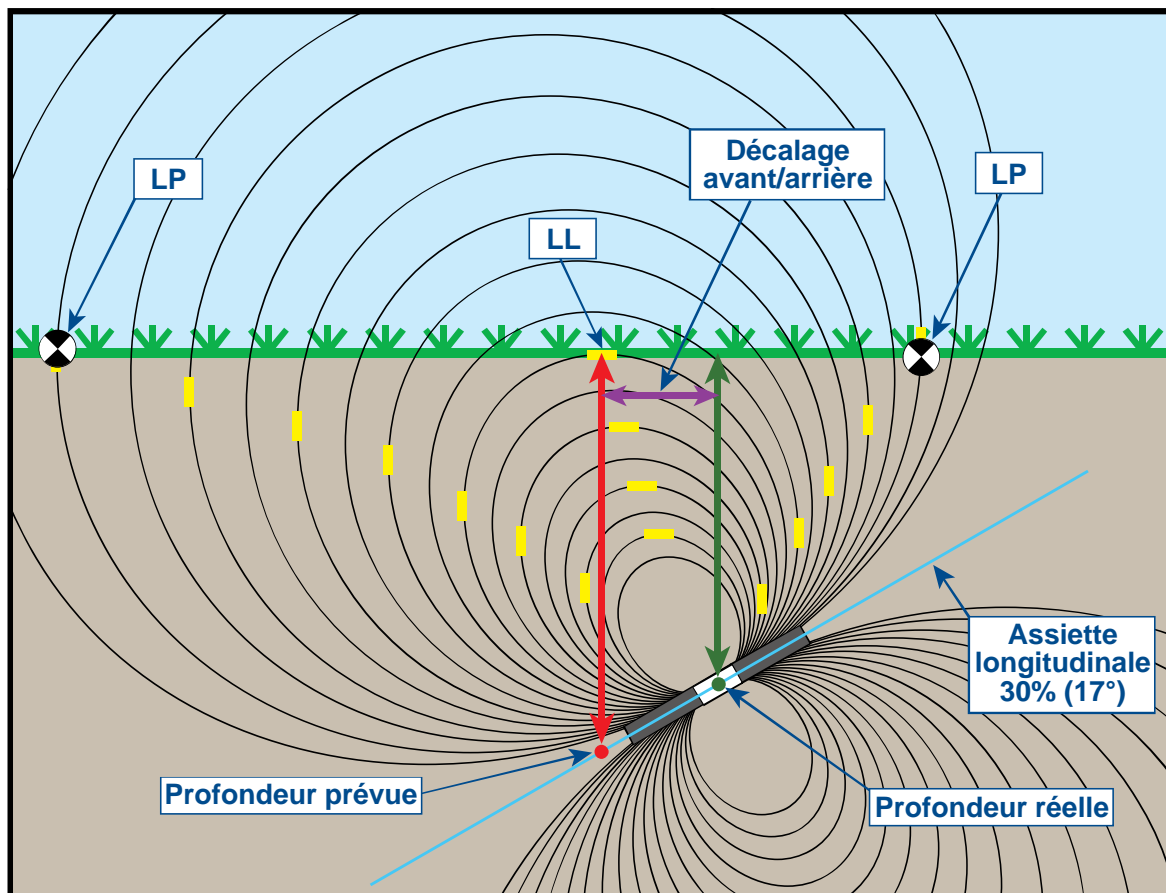

Figure B2. Profondeur prévue comparée à profondeur réelle et décalage avant/arrière lorsque l'émetteur est sur une pente raide et en profondeur
On doit tenir compte de la profondeur prévue et du décalage avant/arrière montré sur la Figure B2 lorsque l'émetteur se trouve sur une pente raide et/ou en profondeur. Voir les tableaux se trouvant plus loin dans cette annexe (Tableaux B1 et B2) pour déterminer la profondeur réelle et le décalage avant/arrière lorsque vous connaissez la profondeur affichée (prévue) et l'assiette longitudinale de l'émetteur.
La Figure B2 ci-dessus montre un émetteur positionné dans le train de tiges de forage, pour illustrer le forage avec une assiette longitudinale positive ou négative ; l'assiette longitudinale est positive si vous forez de la gauche vers la droite, et elle est négative si vous forez de la droite vers la gauche. Le champ des signaux de l'émetteur est aussi incliné longitudinalement au même angle que l'émetteur. L'axe d'alignement (LL) où la profondeur est mesurée est la composante horizontale des lignes de flux du champ des signaux de l'émetteur. Donc l'axe d'alignement LL se trouve à l'endroit où les lignes de flux sont horizontales, ces lignes étant représentées par de courtes lignes jaunes horizontales sur la figure ci-dessus.
La Figure B2 montre aussi les points d'alignement (FLP et RLP). Ces points sont placés sur les composantes verticales du champ des signaux, et sont représentés par de courtes lignes jaunes verticales sur la figure ci-dessus. Les points d'alignement ne se trouvent pas à la même distance de l'axe LL lorsque l'émetteur est incliné longitudinalement. A nouveau, cette situation nécessite une compensation pour la profondeur prévue et le décalage avant/arrière.